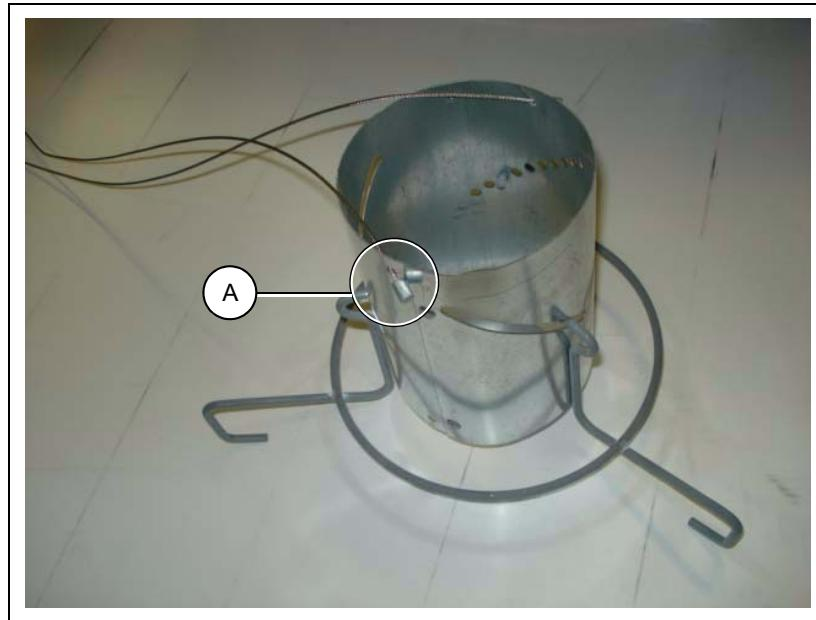

Рисунок 5U
- Подсоедините тросы к уровню корма, как показано на Рисунок 5U, и убедитесь, что стопоры троса расположены снаружи уровня корма (A).